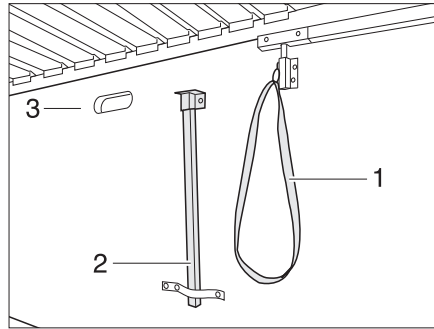

Fig. 100 Appui et déverrouillage
- Ouvrir le portillon de l'espace de rangement et ouvrir le support (Fig. 100,2) se trouvant sous le lit.
- Tirer sur la boucle (Fig. 100,1) et faire basculer le lit (Fig. 100,3) vers le bas.